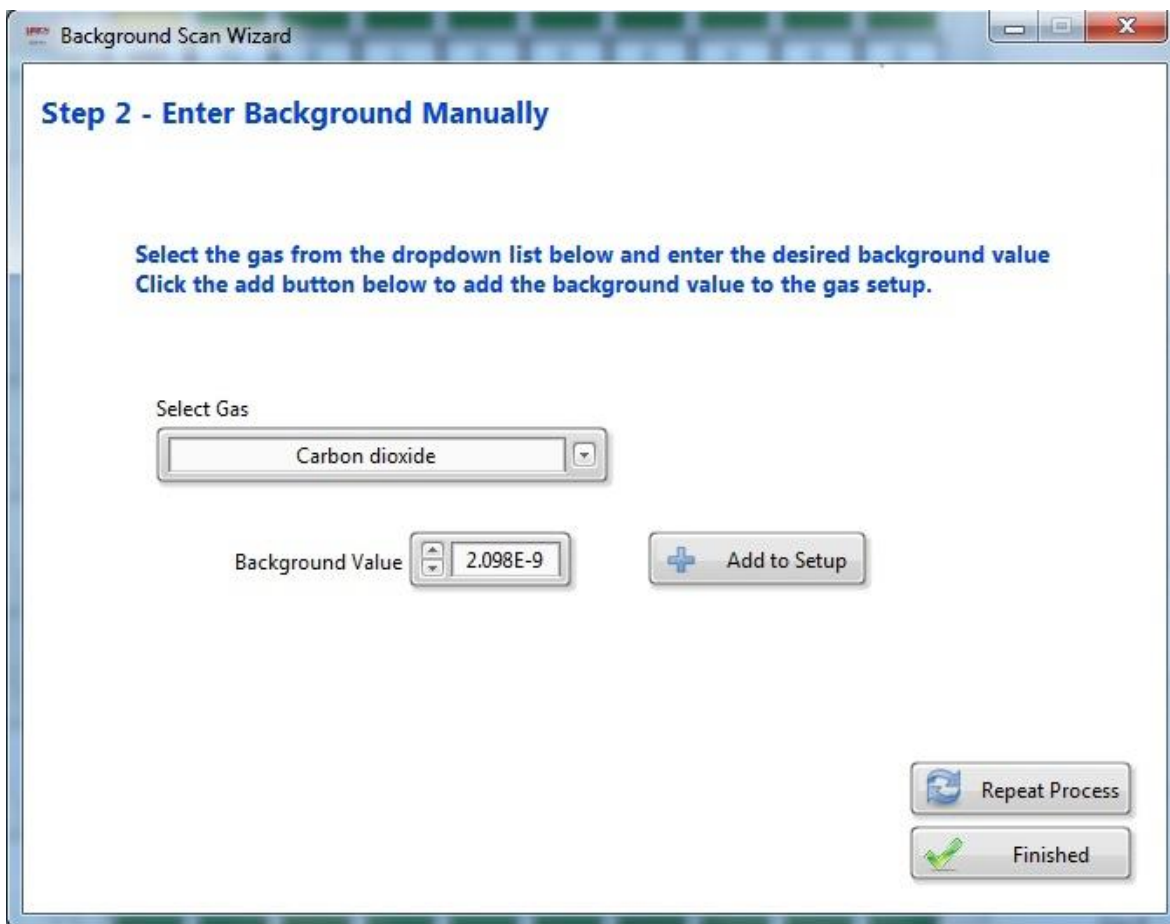

Fig. 21. Selección de gas y su valor de background.
- 2 En la nueva pantalla, dar clic en la lista desplegable y seleccionar el gas deseado (Fig. 21).